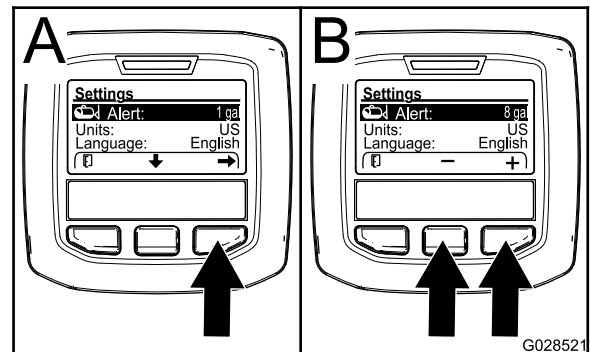

Figure 69
- Appuyez sur le bouton de sélection central pour mettre en surbrillance le réglage Alerte (Figure 69).
- Appuyez sur le bouton de sélection droit (Figure 69).
- Utilisez le bouton de sélection central ou droit pour saisir la quantité minimum dans la cuve à laquelle l'alerte s'affichera pendant le fonctionnement du pulvérisateur (Figure 69).